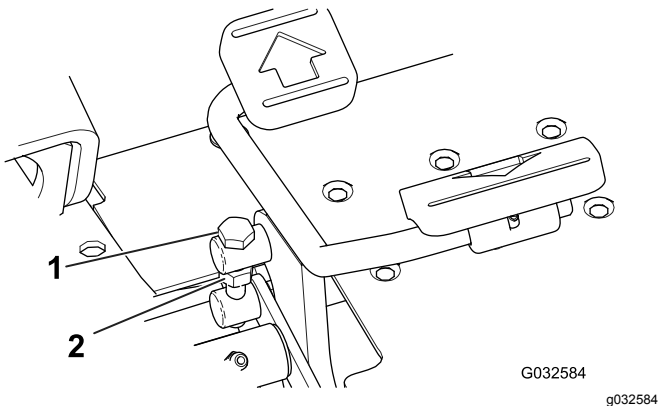

Bild 45
- Lösen Sie die Klemmmutter an der Drehzapfenkopfschraube an der Seite des Fahrpedals (**Bild 45**).